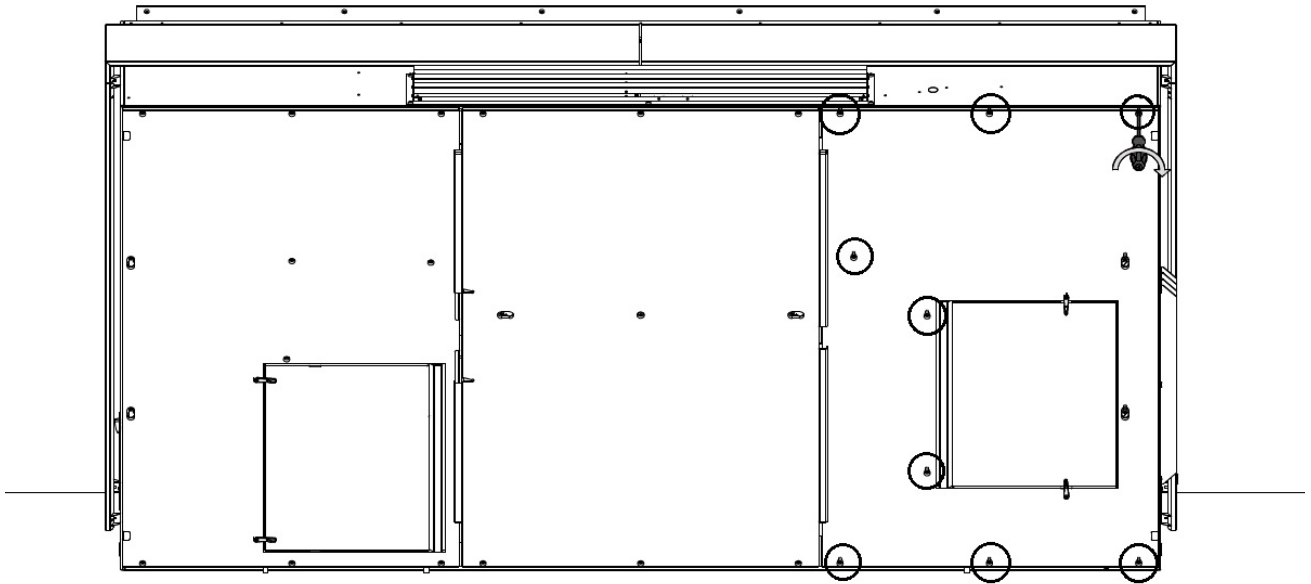
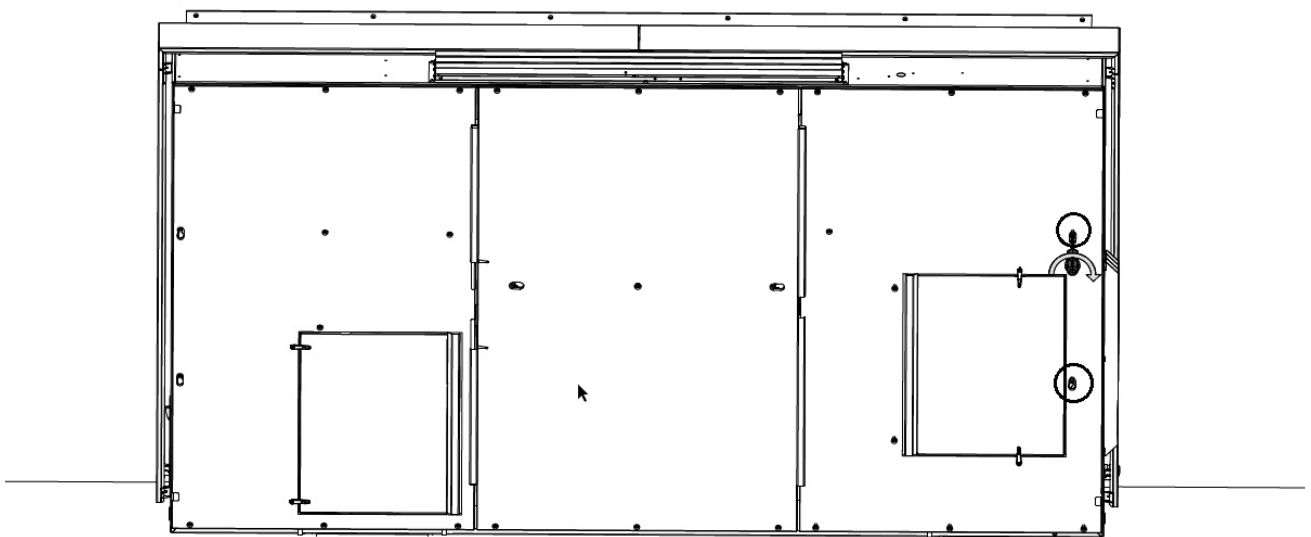

Afbeelding 47: Sleutelgat op de rechter stalen plaat
Afbeelding 48: De stalen plaat naar de muur duwen
12. Til net als eerder de plaat op en schuif hem naar de muur om hem te vergrendelen, zie Afbeelding 47 en Afbeelding 48.